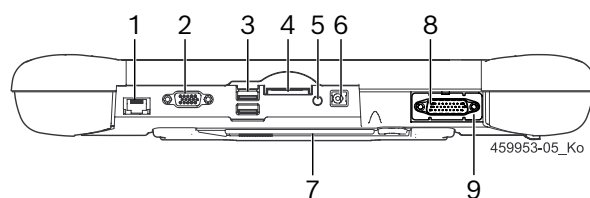

Fig. 2: KTS 350 Visning af grænseflader
1. Sæt OBD-tilslutningsledningen i på KTS 350 (fig. 2, pos. 8) og på køretøjet ved OBD-grænsefladen.